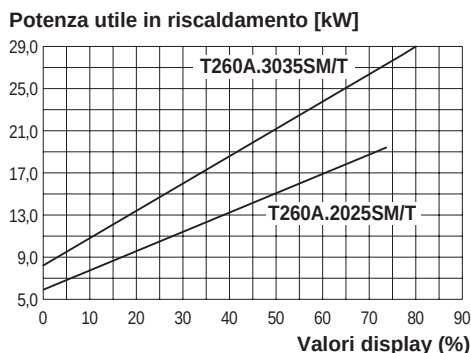

Figura 3.9
Il grafico in Figura 3.9 rappresenta come varia la potenza utile della caldaia in riscaldamento al variare del valore impostato nella scheda comando.
- Utilizzando i tasti 1 o 2 (Figura 3.14) è possibile modificare il valore del parametro 12 (riferirsi al grafico Figura 3.9 per determinare il valore corretto in funzione della potenza utile di riscaldamento).